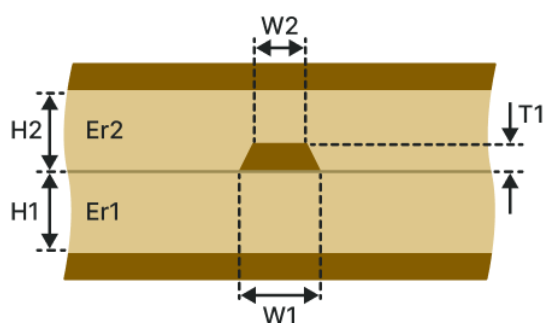

Рис. 134 Полосковая ЛП (П-1H1B)
- Полосковая ЛП (П-1H1B), см. Рис. 134.